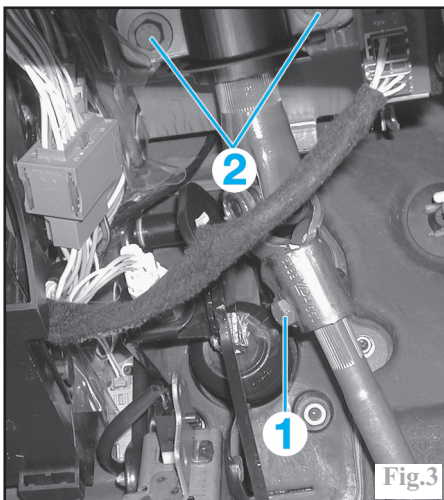

Fig.3
Déposer la vis de bridage (1) du joint de cardan de la colonne de direction sur le boîtier (Fig.3).
Déposer les 4 vis de fixation de la colonne de direction (2) (Fig.3 et 4).